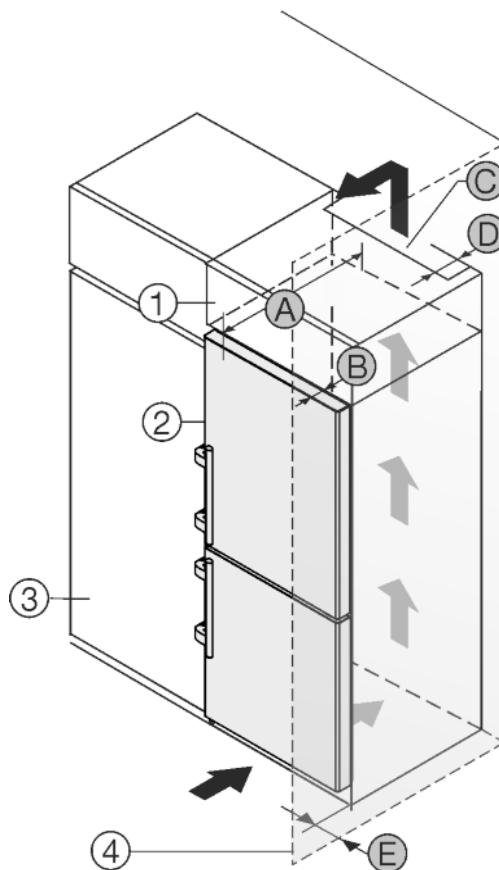

Fig. 11
Устройство может быть окружено кухонными шкафами. Чтобы уравнять устройство Fig. 11 (2) по высоте с кухонной стенкой, можно установить над устройством дополнительный шкафчик Fig. 11 (1).
Установить устройство можно непосредственно рядом с кухонным шкафом Fig. 11 (3). Чтобы можно было полностью открыть двери, устройство должно выступать на глубину Fig. 11 (B) относительно передней стенки кухонного шкафа. В зависимости от глубины кухонных шкафов и использования пристенных распорок устройство может выступать и больше.
- На задней стенке дополнительного шкафчика должен быть вентиляционный канал с глубиной Fig. 11 (D) по всей ширине этого шкафа.
- Нужно соблюдать вентиляционное отверстие Fig. 11 (C) под нижней панелью.
Если устройство установлено на шарнирах у стены *Fig. 11 (4)*, то нужно соблюдать расстояние *Fig. 11 (E)* между устройством и стеной. Настолько выступает ручка при открытой дверце.